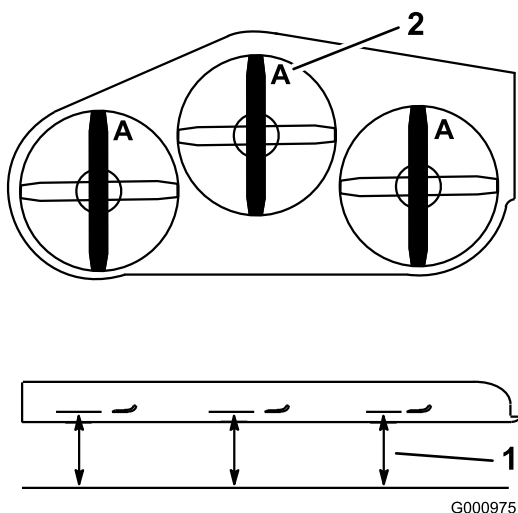

Figura 98
2. Mida desde una superficie nivelada hasta el filo de corte, posición **A**, de las cuchillas (Figura 98).